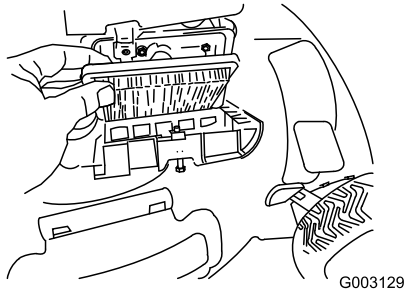

Figura 29
4. Coloque la tapa (Figura 29).